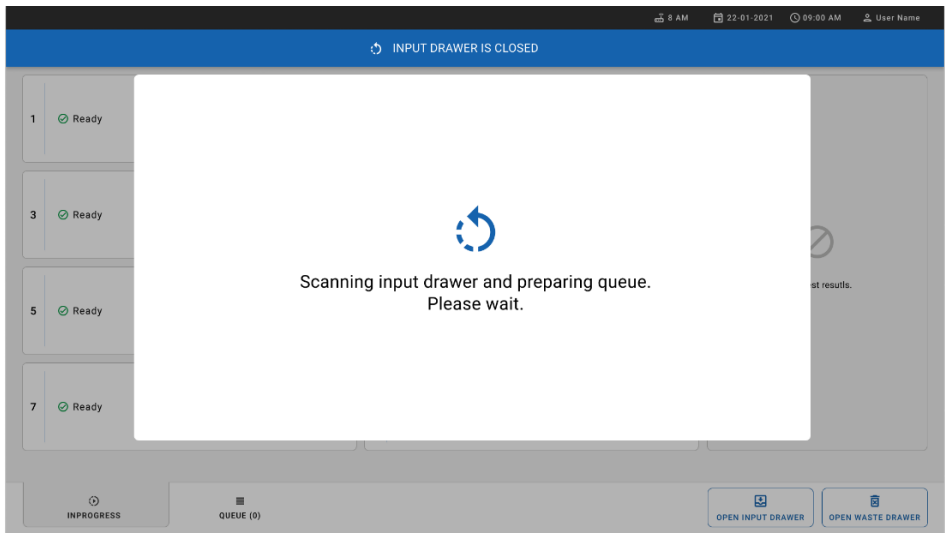

Figura 29. Tela Preparing queue (Preparando fila).
14. Feche a gaveta de entrada quando tiver efetuado a leitura e inserido todos os cartuchos. O sistema verificará os cartuchos e preparará uma fila (Figura 29).